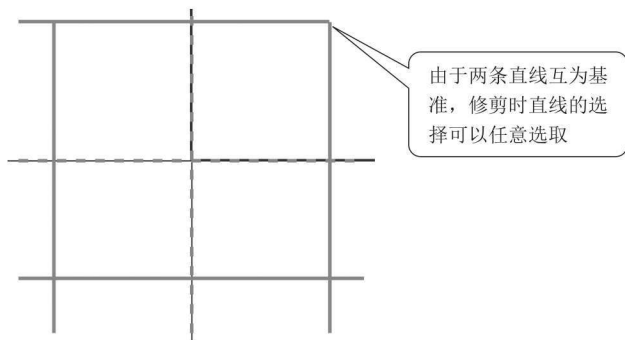

图 2-11 图形修剪 2
② 单击对两物体进行修剪，完成右上角图形修剪，如图 2-11 所示。